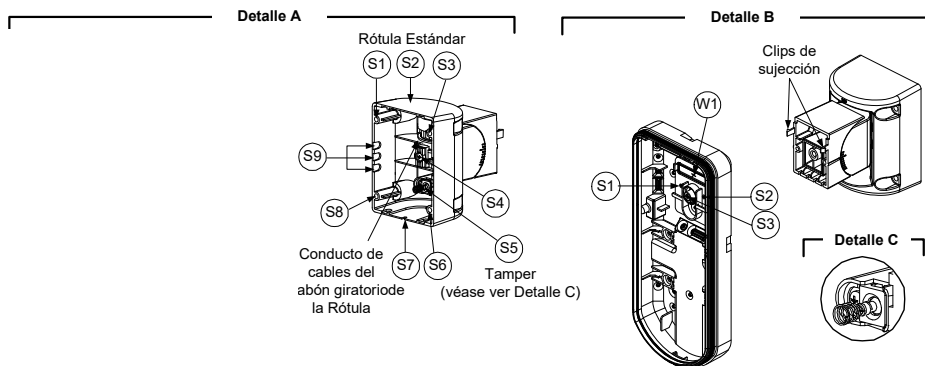

Figura 7
7. Inserte los cables del tamper y el cableado del cable externo a la Rótula a través del agujero pre-marcado W1 en la base externa (Figura 7, Detalle B).